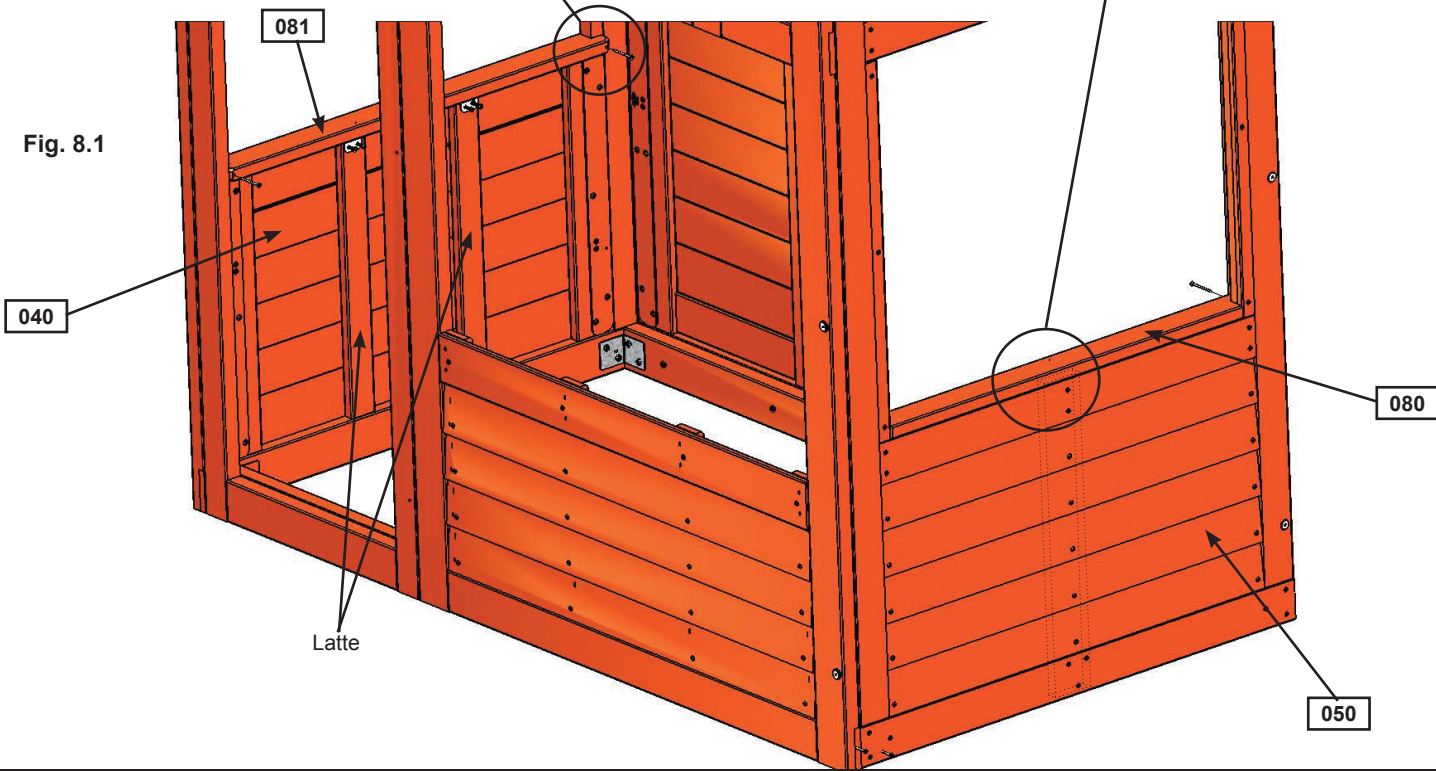

Fig. 8.1
A : Dans l'ouverture du (050) panneau du mur de balançoire, de l'intérieur, placez le (080) haut de mur de balançoire serré contre le coin des panneaux avec le côté qui dépasse vers l'intérieur, puis fixez-le avec 1 (S11) vis à bois n° 8 x 2 po par bout, tel que montré sur les fig. 8.1 et 8.2.
B : Fixez le (080) haut de mur de balançoire à la latte du (050) panneau de mur de balançoire avec 1 équerre de coin et 3 (S37) vis à tête bombée n° 7 x 5/8 po. (fig. 8.1 et 8.3)
C : Dans l'ouverture du (040) panneau de bout de glissoire, de l'intérieur, placez le (081) haut de demi-mur serré contre le coin des panneaux avec le côté qui dépasse vers l'intérieur, puis fixez-le avec 1 (S11) vis à bois n° 8 x 2 po par bout, tel que montré sur les fig. 8.1 et 8.2.
D : Fixez le (081) haut de demi-mur aux lattes du (040) panneau de bout de glissoire avec 2 équerres de coin et 3 (S37) vis à tête bombée n° 7 x 5/8 po par équerre. (fig. 8.1 et 8.3)